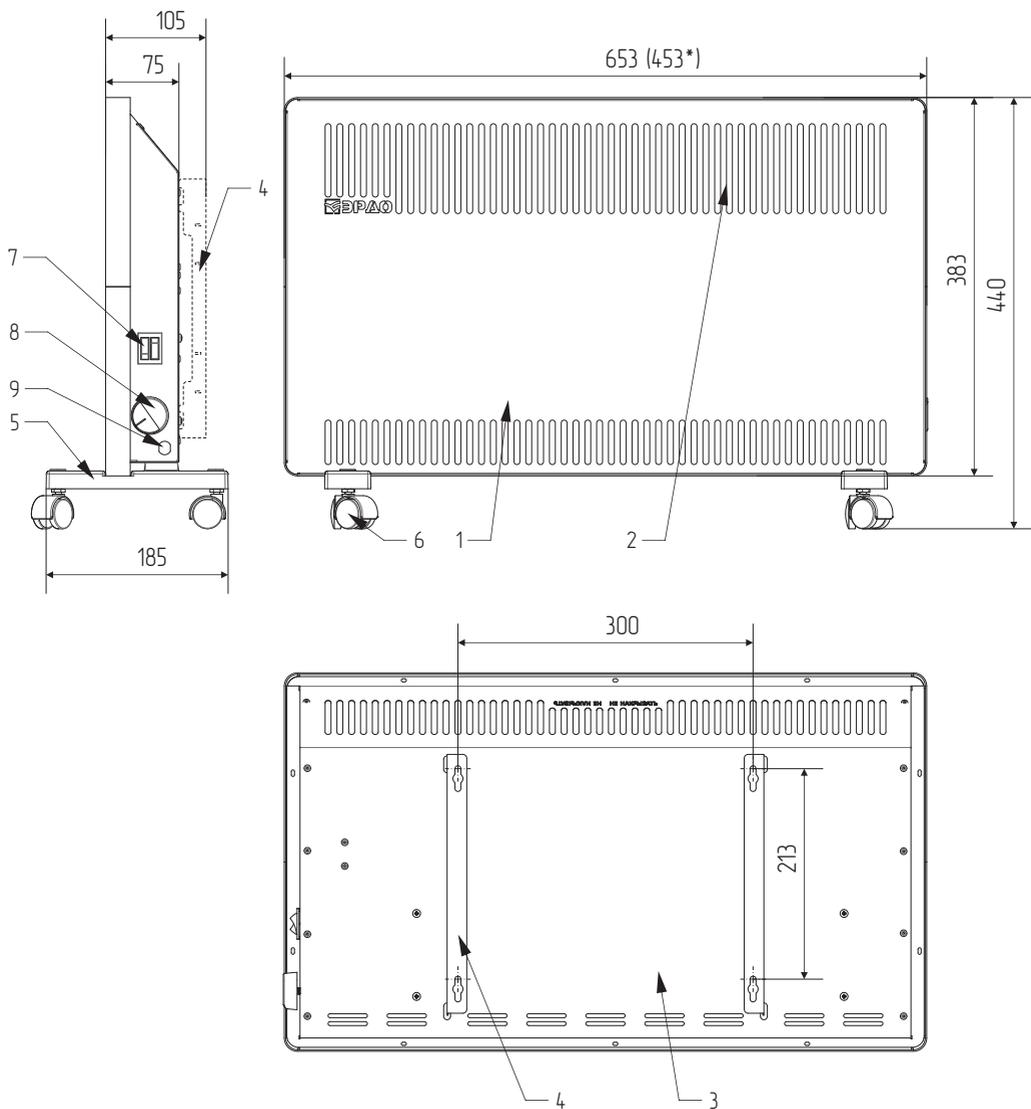

Рисунок 1.
5.1. Конвектор (см. рис. 1) представляет собой металлический корпус, состоящий из передней панели (1) и задней панели (3), внутри которого на шасси расположен электронагревательный элемент (на чертеже не показан). На корпус могут быть установлены настенные кронштейны (4) или колёсные опоры (5), имеющие по 2 поворотных колеса (6). На боковой поверхности корпуса расположены рокерные переключатели с подсветкой (7) и ручка термостата (8).
6.3. Для настенного монтажа конвектора следует с помощью уровня и рулетки (линейки) разметить на стене отверстия. Межцентровое расстояние посадочных отверстий указано на чертеже (см. рис.1). Либо воспользуйтесь прилагаемым шаблоном.